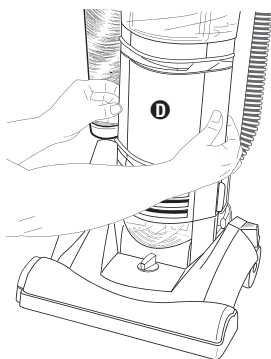
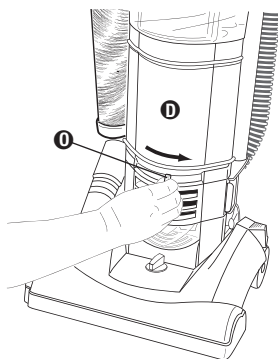

FIG. 13
FIG. 14
Step 2: Grasp dust cup (D) with both hands and pull out (FIG. 13).
Step 3: Empty dust cup (D) into trash.
Step 4: Reposition dust cup (D) in cleaner body and secure by moving lever (1) from left to right (FIG. 14). The dust cup must be secure for proper performance.
Paso 2: Tome el recipiente para polvo (D) con ambas manos y jálalo hacia afuera (FIG. 13).
Paso 3: Vacíe el recipiente para polvo (D) en la basura.
Paso 4: Reposicione el recipiente para polvo (D) en el cuerpo de la aspiradora y sujételo moviendo la palanca (1) de izquierda a derecha (FIG. 14). Para que la aspiradora funcione correctamente, el recipiente para polvo debe estar firmemente sujeto.